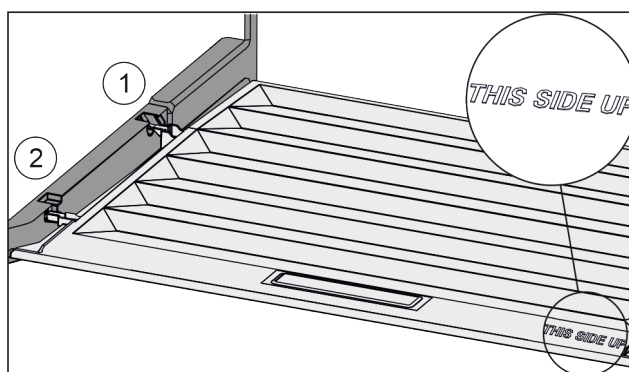

Fig. 102
- ▶ Výstupky veka zavedte cez otvor zadného držiaka Fig. 102 (1) a zaistite vpredu v držiaku Fig. 102 (2).